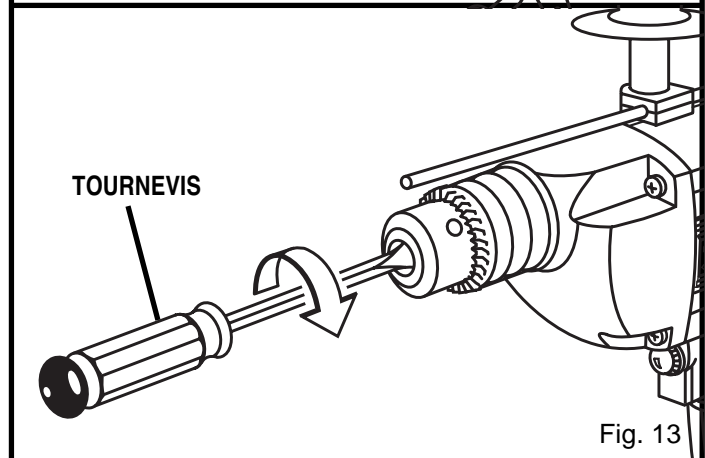

Fig. 13
4. Ouvrez les mâchoires du mandrin et enlevez la clé hex. Enlevez la vis du mandrin en la tournant vers la droite. Voir figure 13.
NOTE: la vis de mandrin est dotée d'un filet à gauche. Voir figure 13.